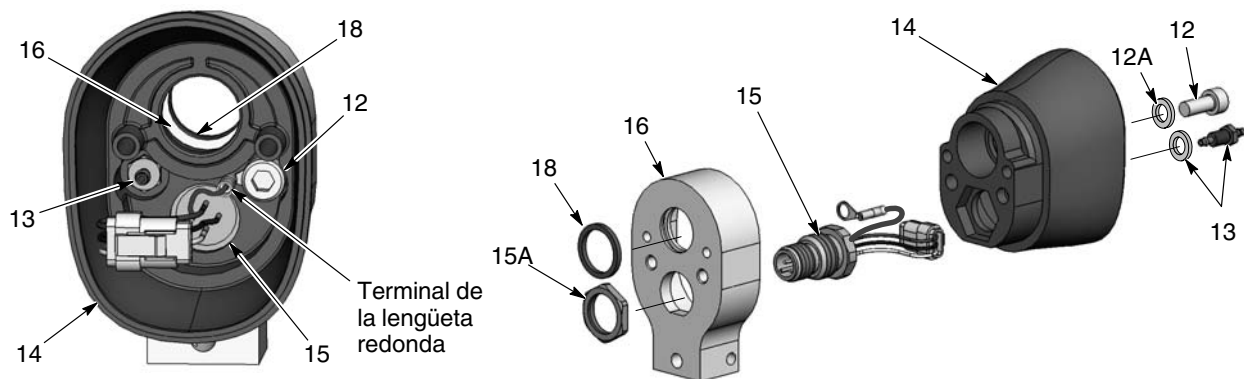

Figura 24 Desmontaje de la pistola de montaje en barra 3 de 3
8. Ver la figura 24. Para desmontar el conjunto del cuerpo posterior, extraer el tornillo (12), la arandela (12A), el racor dentado y la arandela (13) de la parte interior del cuerpo posterior (14). Se requiere una llave hexagonal de 3 mm y un llave de tubo de 1/4 pulgadas.
9. Extraer la tuerca (15A) del receptáculo (15), extraer el adaptador del cuerpo de la pistola posterior, e introducir el cableado del receptáculo a través del cuerpo.
10. Examinar el anillo Cuad (18) en el adaptador (16) y sustituirlo en caso de daños.